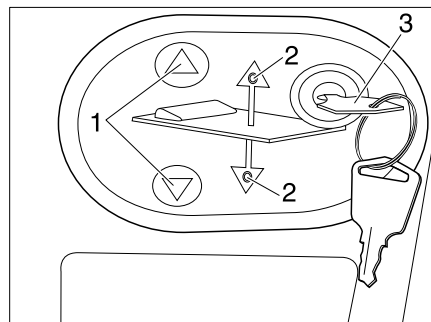

Fig. 165 Pannello di comando del letto basculante elettrico
- Inserire la chiave (Fig. 165,3) nel pannello di comando.
- Premere e tenere premuto il tasto (Fig. 165,1). Il rispettivo LED (Fig. 165,2) si accende e il letto basculante si abbassa fino alla posizione centrale; quindi si arresta.
- Premere e tenere premuto il tasto  (Fig. 165,1). Il rispettivo LED (Fig. 165,2) si accende e il letto basculante si abbassa del tutto.